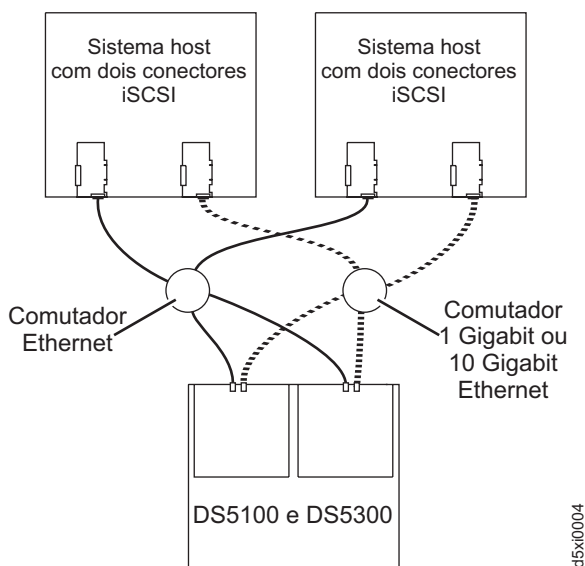

Figura 97. Exemplo de uma configuração de múltiplos hosts com múltiplas portas
- Configuração de múltiplos hosts com múltiplas portas, como mostrada na Figura 97 na página 148
A Figura 97 mostra uma configuração de múltiplos hosts com múltiplas portas. Para configurações de cluster, a ilustração a seguir é um exemplo de uma configuração de múltiplos hosts com múltiplas portas e caminho e controlador redundantes. Você pode substituir os dois comutadores Gigabit Ethernet na ilustração por um comutador Gigabit Ethernet que possua a quantidade de portas necessárias. A VLAN (Virtual Local Area Network) também pode ser usada para isolar as duas redes iSCSI, em vez de um único comutador.